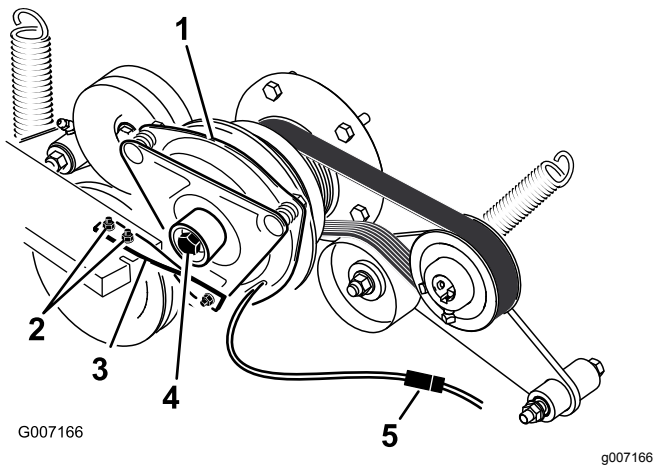

Figura 69
6. Desenchufe el conector eléctrico del embrague (Figura 69).
7. Retire los dos pernos que sujetan la correa de goma del embrague al bastidor del cortacésped (Figura 69).
8. Retire el perno central que sujeta el embrague al eje del motor, y retire el embrague y la chaveta (Figura 69).
15. Sujetando el cigüeñal en la parte trasera de la máquina, instale el perno central y apriételo a 68 N·m (50 pies-libra) (Figura 69).
16. Instale la correa de goma del embrague al bastidor del cortacésped con los dos pernos y tuercas que se retiraron anteriormente (Figura 69).
18. Enchufe el conector eléctrico del embrague (Figura 69).